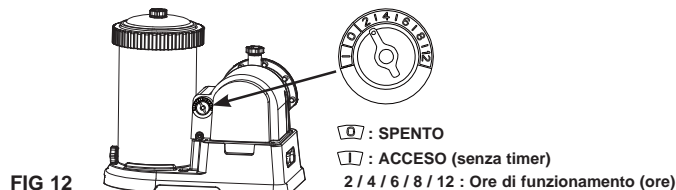

FIG 12
- A. Collegare il cavo di alimentazione alla presa di corrente e impostare la manopola del timer sulle ore di funzionamento desiderate (**Vedi Fig. 12**). Vedere la tabella relativa al "Tempo di funzionamento" per la programmazione delle ore di funzionamento a seconda delle dimensioni della piscina.